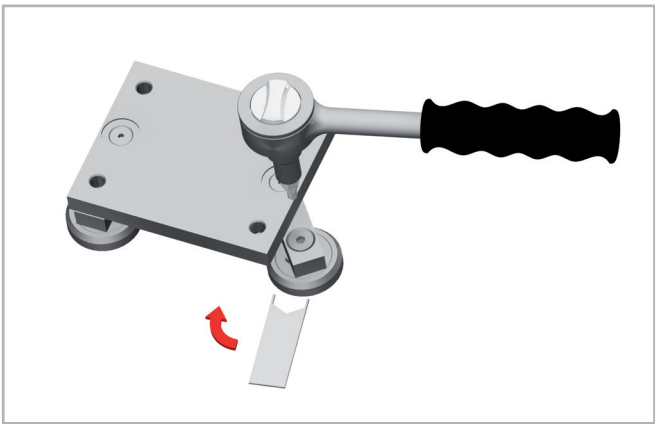

图. 11
- 将专用的扁形扳手（Rollon提供）插入待调节滚轮的六角形处（见图11）。